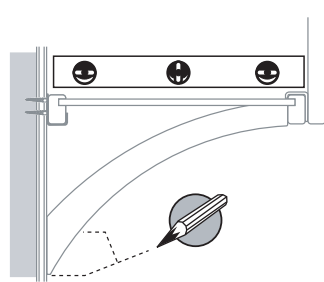

FIG. 8.0
- Remettre la tablette inférieure (E).
- Fixer la tablette inférieure (E) aux attaches de la barre de support vertical (D) et aux crochets en L avec des vis n° 4 de 3/4 pouce.
- Sélectionner l'équerre de support à monter en l'emplacement (F) (se reporter au plan de configuration sélectionné pour l'emplacement).
- Placer l'équerre de support à ras contre le dessous de la tablette et le mur arrière. Placer la tablette à niveau (de l'avant vers l'arrière), puis marquer l'emplacement du trou et tirer un trait au bas de l'équerre de support contre le mur (fig. 8.0).